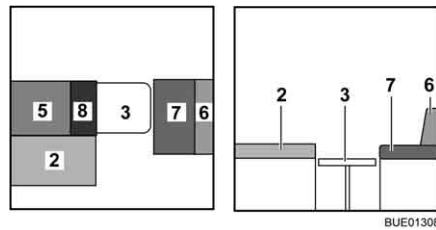

Bild 141 Während des Umbaus
- Das Zusatzpolster (Bild 141,8) auf den Tisch legen.